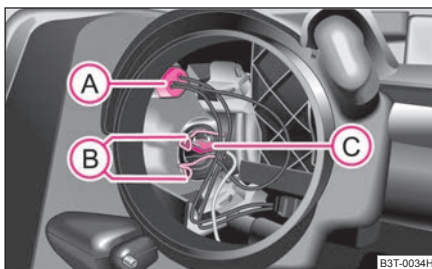

Abb. 218 Ausbau der Glühlampe für Stand- und Fernlicht
- Nehmen Sie die Fassung Ⓒ heraus ⇒ Abb. 218.
- Drücken Sie die Federdrahtbügel Ⓑ ⇒ Abb. 218 zusammen und hängen Sie sie zur Seite aus.